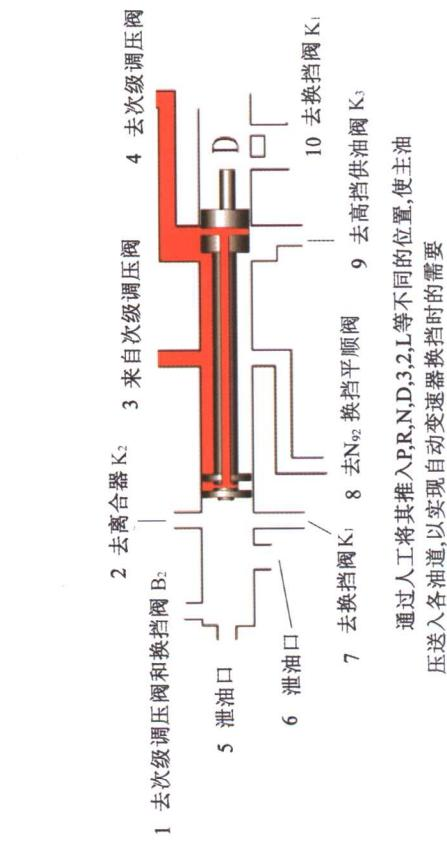

图 1-14 手动阀
2.拉维奈尔赫式行星齿轮变速器(大众 01M)阀体工作原理图(图 1-14 至图 1-31)	(6)
2. 拉维奈尔赫式行星齿轮变速器(大众 01M)阀体工作原理图(图 1-14 至图 1-31)